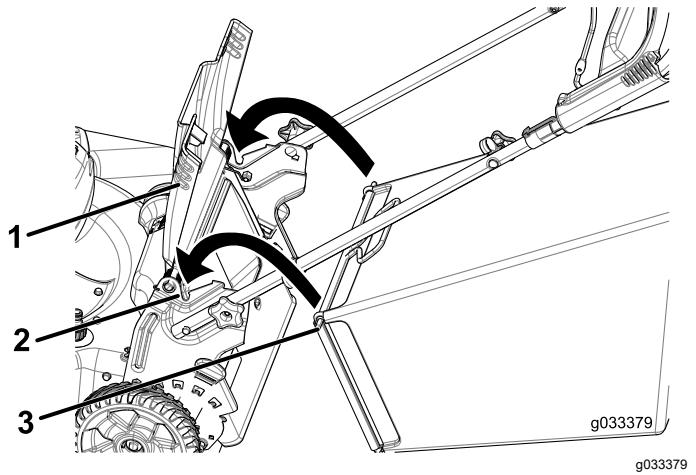

Figura 17
1. Levante y sujeté el deflector trasero (Figura 17).
2. Instale la bolsa de recogida, asegurándose de que los pasadores de la bolsa descansan en las muescas del manillar (Figura 17).